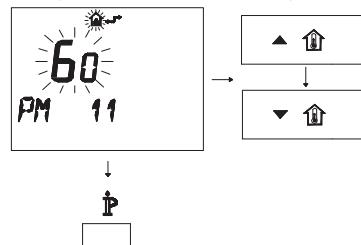

Рисунок 5.40
- Измените заданное значение при помощи кнопки **▲ ↑** или **▼ ↓** и подождите, пока заданная цифра не начнет мигать (Рисунок 5.40). Каждое изменение в сторону увеличения или уменьшения соответствует 1 секунде.